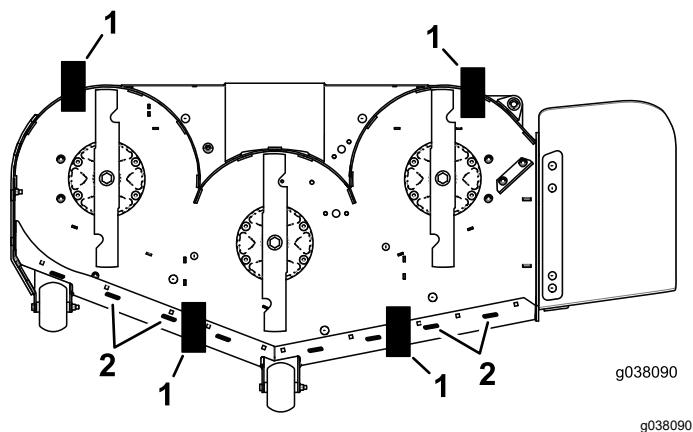

**Figure 100**
10. Afloje lentamente el tornillo de ajuste del muelle auxiliar de elevación hasta que pueda retirar el tornillo (Figure 100).